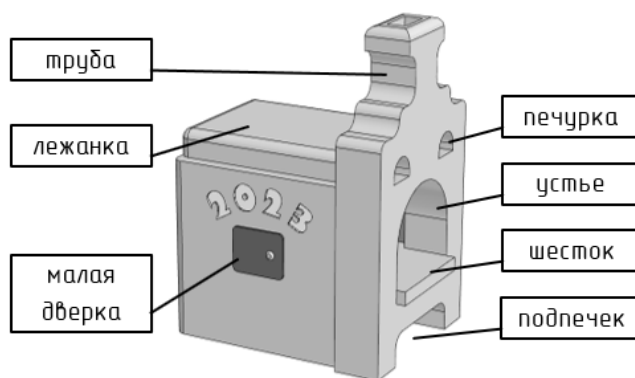

Рис.1. Образец игрушки в виде русской печи и пример 3D-модели изделия.
- ✓ изделие выполнено в виде сказочной русской печи, с присущими образу элементами: «труба», «лежанка», «устье», «подпечек» и прочие (см. Рис.1);